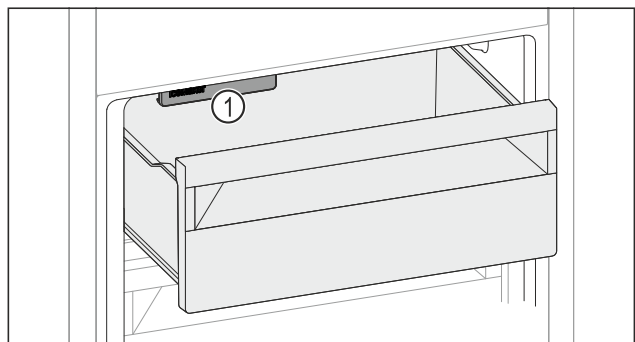

Fig. 61
- ▶ Учитывайте IceMaker Fig. 61 (1).